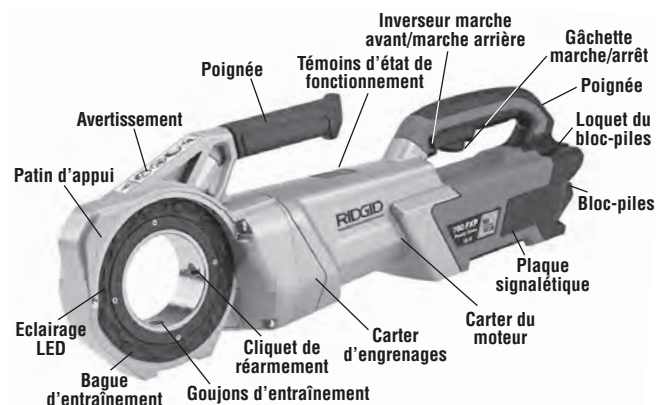

Figure 1 – Système d'entraînement 760 FXP Power Drive
- Fonctionnement approprié des commandes (Figure 1).
- Présence et lisibilité de l'avertissement (Figure 1).